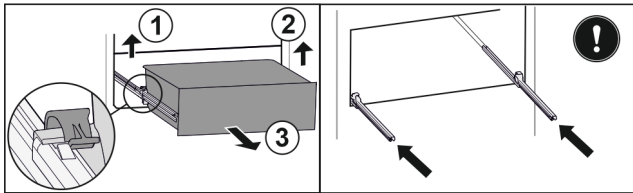

Fig. 35
- ▶ Приподнимите левый зажим и одновременно вытяните движением вперед выдвижной ящик слева Fig. 35 (1).
- ▶ Приподнимите правый зажим и одновременно вытяните движением вперед выдвижной ящик справа Fig. 35 (2).
- ▶ Извлеките выдвижной ящик движением вперед Fig. 35 (3).